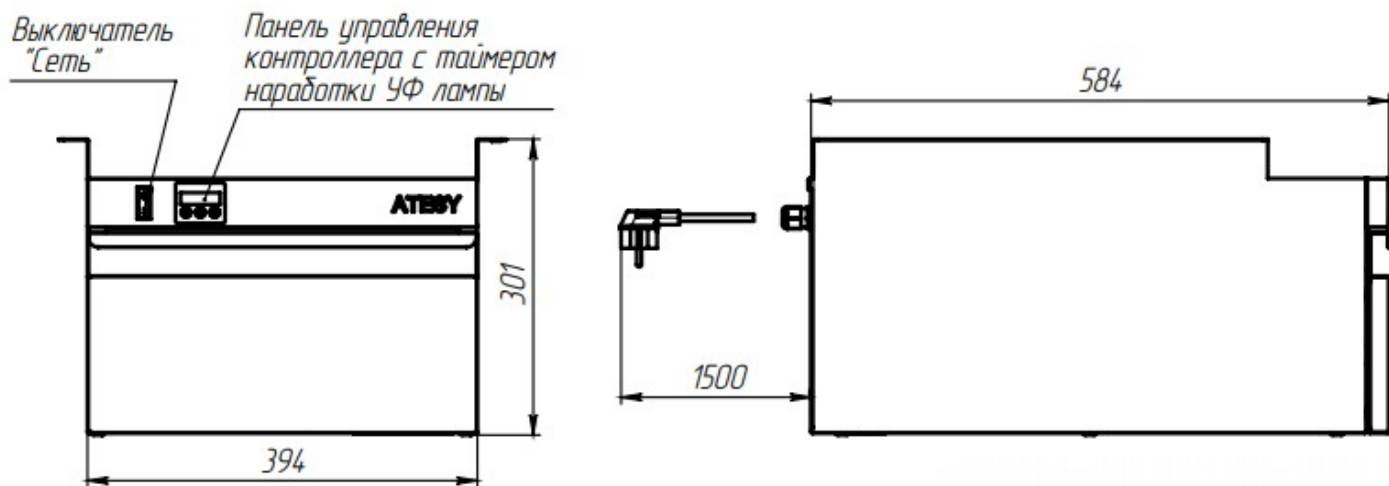

Рис.1
1.8 Общий вид стерилизатора представлен на Рис. 1